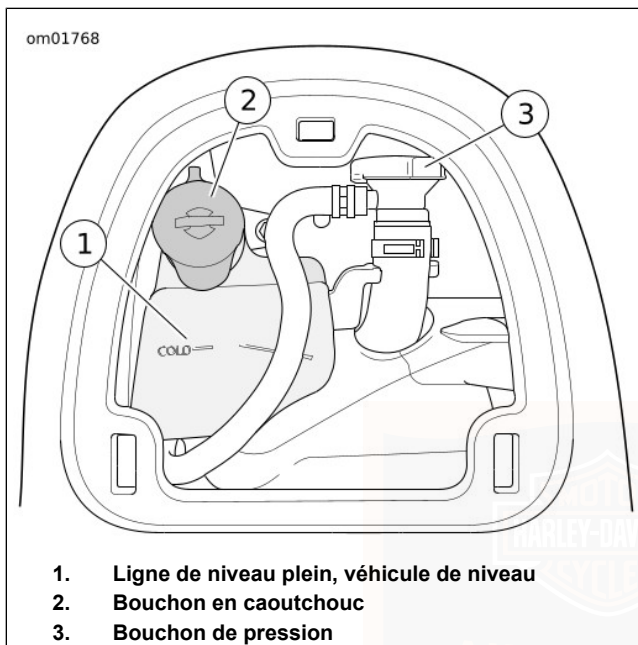

Figure 56. Niveau du liquide de refroidissement
2. Voir Figure 56. Vérifier que le niveau du liquide de refroidissement dans la bouteille de liquide est sur la ligne « COLD » (froid) ou légèrement au-dessus.